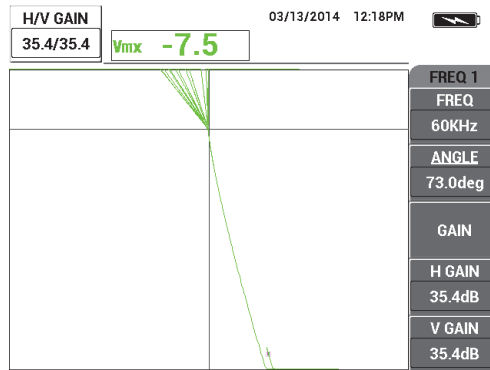

図 5-74 ゲインの調整
10. 45% の導電率試料にプローブを配置し、ゲインキー（dB）を押し、ライブドットが画面領域内に収まるまでゲインを下げます（184 ページの図 5-74 を参照）。